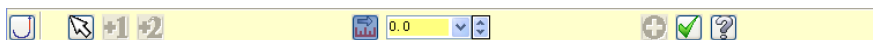

图 3-65 “直线”工具栏
② 在主菜单中选择“绘图”|“直线”|“创建切线通过点相切”命令，或单击“基本绘图”工具栏中的“绘制任意线”按钮右边三角下拉按钮，在弹出的下级菜单中单击“创建切线通过点相切”按钮，系统弹出“直线”工具栏，如图 3-65 所示。